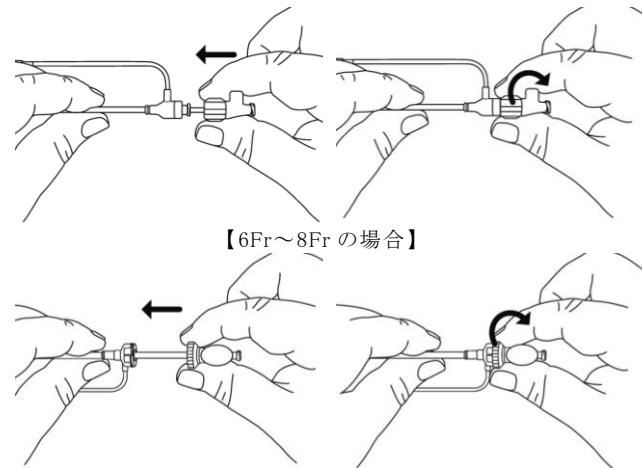

図 1 ダイレータのシースへの挿入とロック
- (1) 併用する留置機器の包装表示ラベルと添付文書を確認し、適合するサイズのデリバリーシースを選択する。
- (2) 本品を生理食塩水またはヘパリン加生理食塩水のいずれかで十分にフラッシュする。
- (3) 併用するガイドワイヤーの添付文書に従い、対象となる血管を穿刺し、ガイドワイヤーを送達する。
- (4) デリバリーシースに生理食塩水で濡らしたダイレータを挿入し、ダイレータのハブを時計方向に回転させてダイレータとデリバリーシースを確実にロックする (図 1)。ガイドワイヤーを介してダイレータ及びデリバリーシースを血管内に挿入する。
- (3) 併用する経中隔用針とガイドワイヤーの添付文書に従い、対象となる血管を穿刺し、ガイドワイヤーを送達する。
- (4) デリバリーシースに生理食塩水で濡らしたダイレクタを挿入し、ダイレクタのハブを時計方向に回転させてダイレクタとデリバリーシースを確実にロックする(図 1)。ガイドワイヤーを介してダイレクタ及びデリバリーシースを血管内に挿入する。
- (5) シリンジをサイドポートの三方活栓に取り付け、デリバリーシースからすべての空気をゆっくりと吸引する。
- (6) 一体化したダイレクタとデリバリーシースを上大静脈に進める。
- (7) ダイレクタとデリバリーシースのハブのロックを反時計回りに回転させて外し、約 1cm 離すことでカーブした経中隔用針が挿入しやすくなる。
- (8) ダイレクタからガイドワイヤーをゆっくりと抜き取る。ダイレクタにシリンジを取り付けてゆっくりと血液を吸引してダイレクタからすべての空気を取り除いて、ダイレクタをフラッシュする。次に経中隔用針を十分にフラッシュする。
- (9) ダイレクタのハブに経中隔用針を挿入する。針の動きを制限しないように気をつけながら、ダイレクタ内で経中隔用針の先端を押し進める。
- (10) ダイレクタとデリバリーシースのハブを再びロックする。
- (11) デリバリーシースの位置を維持しながら、経中隔用針の先端がダイレクタ先端から出ないようにゆっくりと進める。経中隔用針をダイレクタ先端から進める前に、適切な右心房圧が測定されていることを確認すること。
- (12) 経中隔用針とデリバリーシースのセットを右心房内に配置させ、X 線透視下で位置を確認する。
- (13) 経中隔用針、デリバリーシース、ダイレクタを一緒に引きながら後方、左肩甲骨に向けて徐々に回転させることにより、ダイレクタと経中隔用針の先端を卵円窩部心房中隔へと向ける。位置決定の手順全体を通じて絶えず圧力をモニタリングするとともに、X 線透視下で先端の前後方向及び側面方向の像を繰り返し確認すること。